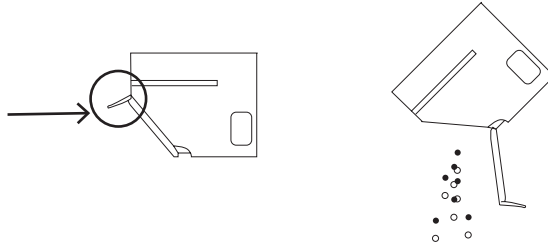

Fig.3
- Desconecte el depósito de polvo del aparato. (Fig. 3).